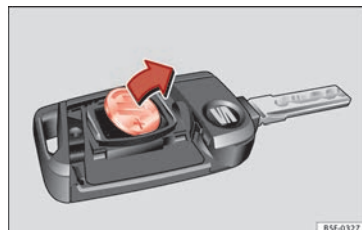

Fig. 119 Clé du véhicule : retirez la pile.
- Retirez la pile du compartiment à l'aide d'un objet fin approprié » fig. 119.
- Placez la pile neuve comme indiqué » fig. 119 et appuyez-la contre le logement des piles dans le sens contraire de la flèche » ❶.